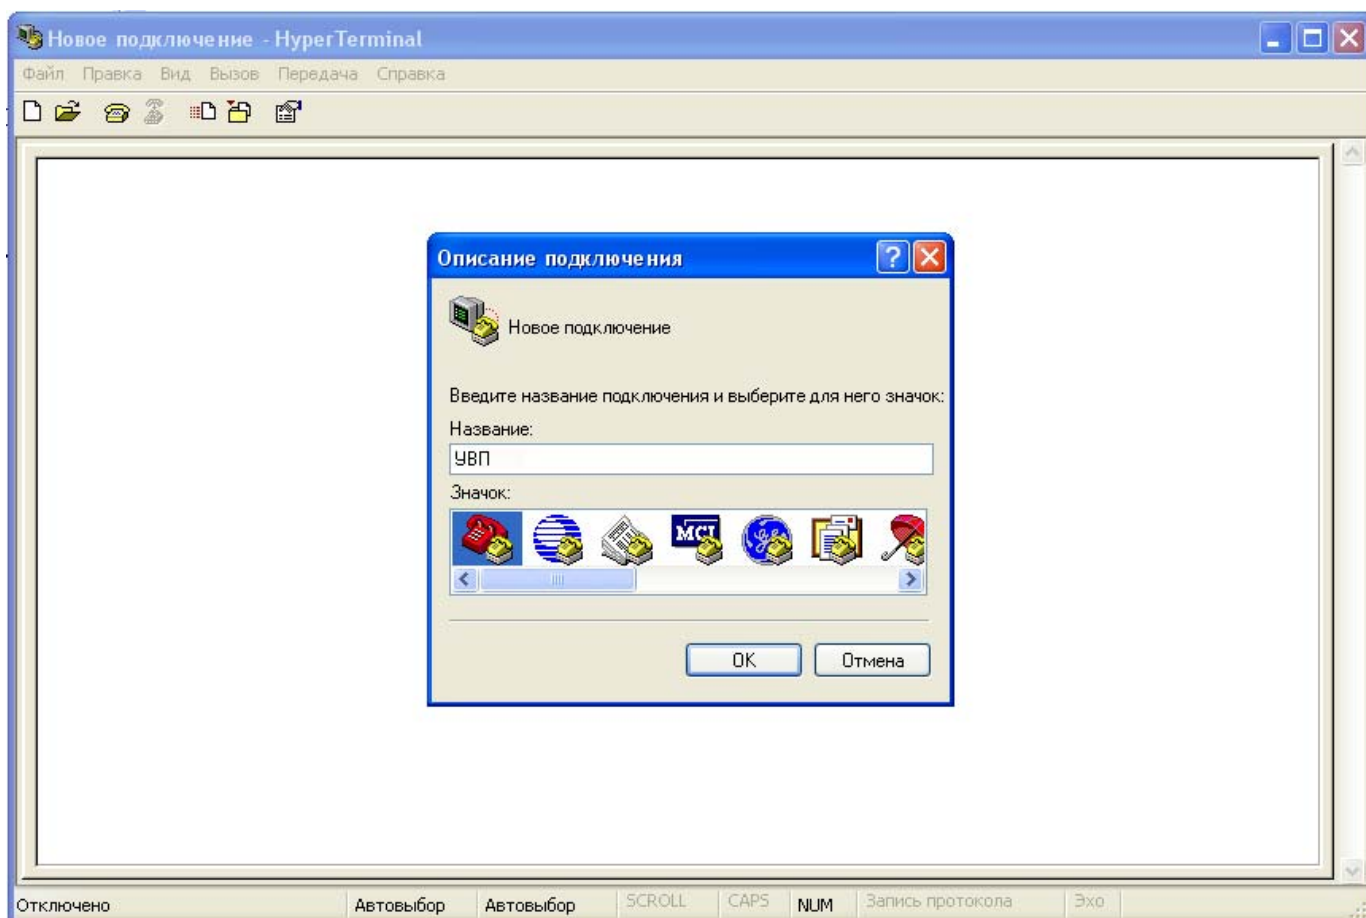

Рисунок 3
3) Запустить программу Hyper Terminal (Программы → Стандартные → Связь → Hyper Terminal) и создать новое подключение с произвольным названием, например “УВП” (рисунок 3)